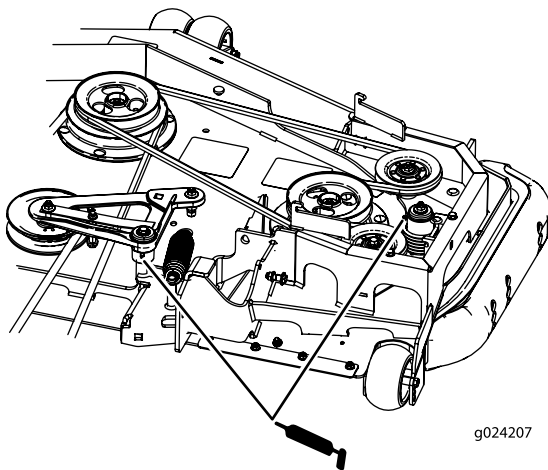

Bild 40
7. Fetten Sie die Spannarme des Mähwerkriemens ein (Bild 40).